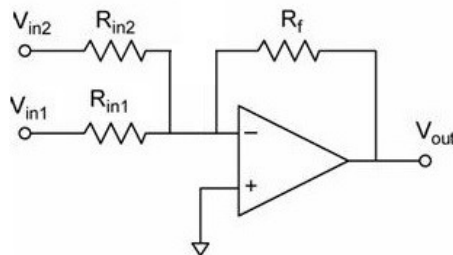

Figura 6: Amplificador Sumador
- *Amplificador de corriente a voltaje (amplificador de transimpedancia):* A veces, lo que se quiere amplificar no es un voltaje sino una corriente (por ejemplo en el caso de un fotodiodo funcionando en modo fotoconductor). Una forma usual de obtener un voltaje proporcional a una corriente es hacer circular esta corriente por una resistencia de valor conocido y amplificar el voltaje establecido en ella. Cuando esta corriente circula directamente a tierra, otra solución práctica es armar un amplificador de transimpedancia (figura 6), en el que la corriente a amplificar se sensa por uno de las entradas del OpAmp y circula a través de la resistencia de *feedback*  $R_f$ .
Como la caída de tensión de  $R_f$  aparece sobre la salida del amplificador, la “ganancia” es  $V_{out} / I_{in} = -R_f$  [esta ganancia tiene unidades de resistencia (impedancia), de ahí el nombre transimpedancia]. Una aplicación útil es como amplificador de un fotodiodo: un fotodiodo polarizado en inversa se conecta entre una fuente y el OpAmp como en la figura 6. En oscuridad, una corriente menor al  $\mu A$  circula por el diodo (corriente de oscuridad), pero cuando se lo ilumina, esta corriente será mucho más grande (decenas de  $\mu A$ ) y aproximadamente proporcional al nivel de iluminación. Investigue qué valores de  $R_f$  son apropiados para el nivel de iluminación del laboratorio, y trate de obtener un valor aproximado de la corriente de oscuridad. Compare con la hoja de datos del componente.